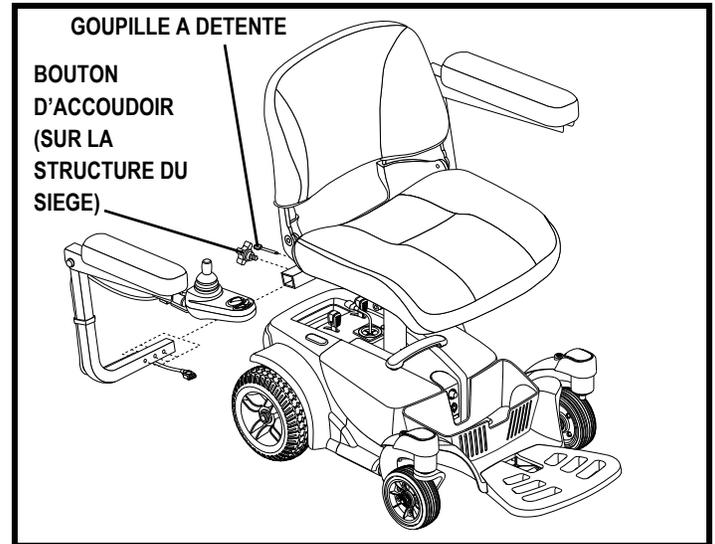

Figure 18. Réglage en largeur des accoudoirs
1. Trouvez les boutons de réglage sur chaque coté du siège. **Voir la figure 18.**